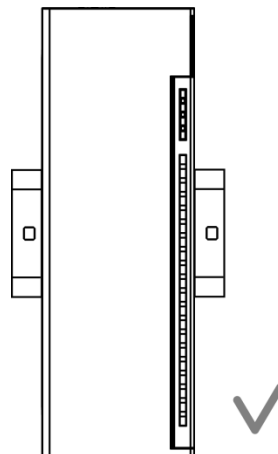

Рисунок 4.1 – Верный монтаж
2. Закрепить прибор на DIN-рейке или на вертикальной поверхности при помощи винтов (см. рисунок 4.1).